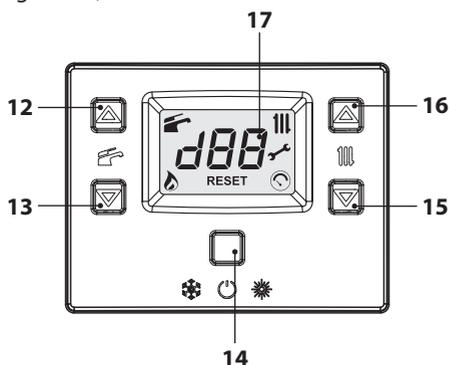

Figura 2.5
- Tenere premuto per 2 secondi il tasto 14 fino a far apparire sul display il simbolo  (Figura 2.5).
La temperatura dell'acqua calda di mandata riscaldamento è regolabile agendo sui tasti 15 (diminuzione) e 16 (aumento) (Figura 2.5) da un minimo di circa 40°C ad un massimo di circa 85°C. Alla prima pressione di uno dei due tasti si ha la visualizzazione del valore di "set", alla seconda pressione si accede alla modifica. Segnalazione data dal display LCD:
Comunque se la temperatura ambiente non dovesse essere confortevole si può aumentare o diminuire la temperatura di mandata dell'impianto riscaldamento di  $\pm 15^{\circ}\text{C}$  agendo sui tasti 15 (diminuzione) e 16 (aumento) (Figura 2.5).